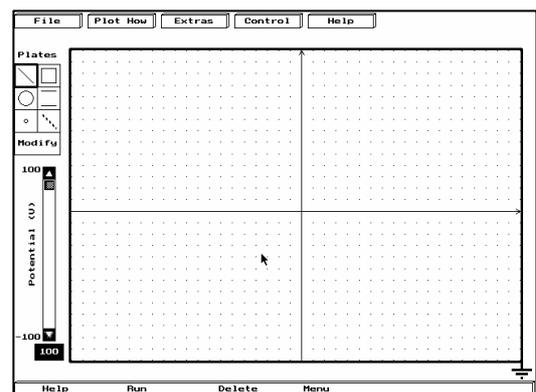

Figura 1: Poisson
- Inicie el programa haciendo doble clic sobre el icono del mismo. Se abrirá la pantalla de la figura 1, en la que se muestra una barra superior de menú principal y una barra de menú inferior, un panel de trabajo central en que se colocarán luego los electrodos, un